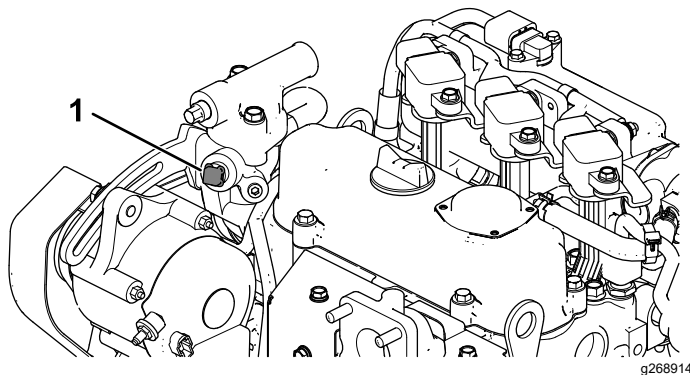

Figura 12
- A. Retire el tapón en el alojamiento del termostato (Figura 12).